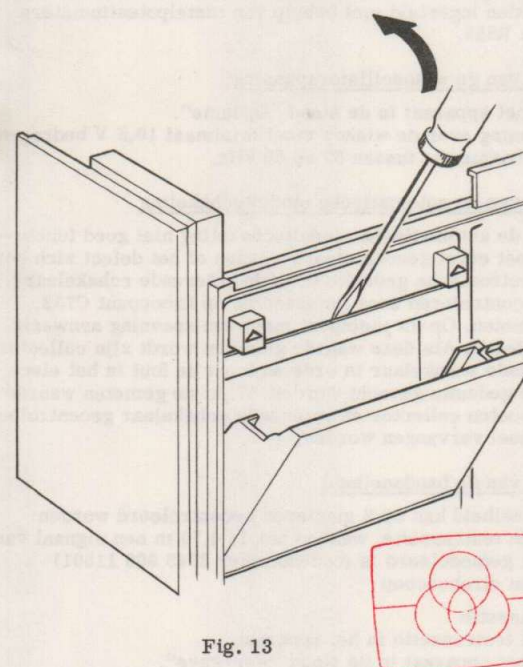

Fig. 13
- . De strip boven de recorderdeksel, met behulp van een schroevendraaiertje naar voren drukken (zie fig. 13).